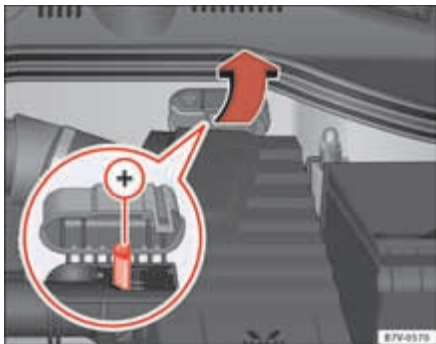

Abb. 212 Im Motorraum: Starthilfepunkt Pluspol (+).
- Gegebenenfalls im Motorraum die Batterieabdeckung öffnen ⇒ Seite 298 bzw. Kappe des Pluspols³⁾ in Pfeilrichtung zur Seite klappen ⇒ Seite 350, Abb. 212.
- Ein Ende des *roten* Starthilfekabels an den Pluspol ⇒ Seite 350, Abb. 213  bzw. ⇒ Seite 350, Abb. 212  des Fahrzeugs mit der entladenen Fahrzeugbatterie  anklammern ⇒ .